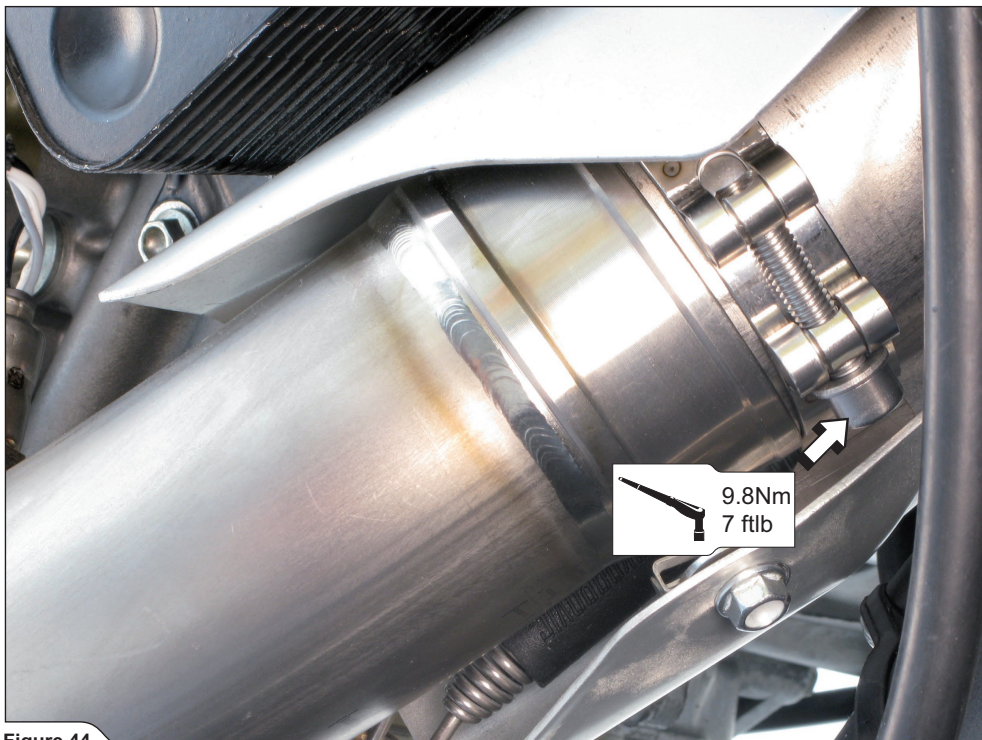

Figure 44
14. フロントマニホールドのクランプを規定のトルクで締め付けます (図 44)。